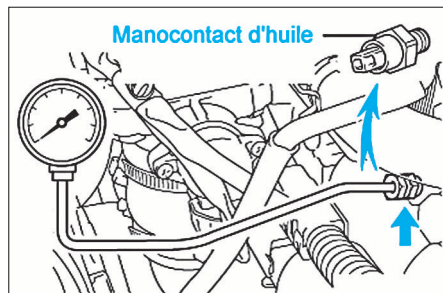

FIG. 36
• Déposer le manocontact de pression d'huile (fig. 36).